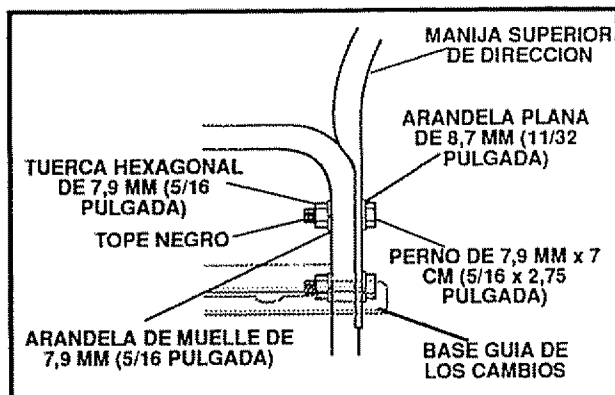

FIG. 4A
- Remueva los tornillos, arandelas planas, arandelas de muelle y tuercas hexagonales que fijan la base guía de los cambios a los orificios de abajo de la manija inferior, y mueva la palanca de cambios a la tercera velocidad (Vea Fig. 4A).
- Apriete tuerca sobre perno, la arandela plana, la arandela de muelle y la tuerca hexagonal del orificio inferior derecho (vea la Fig. 4A).